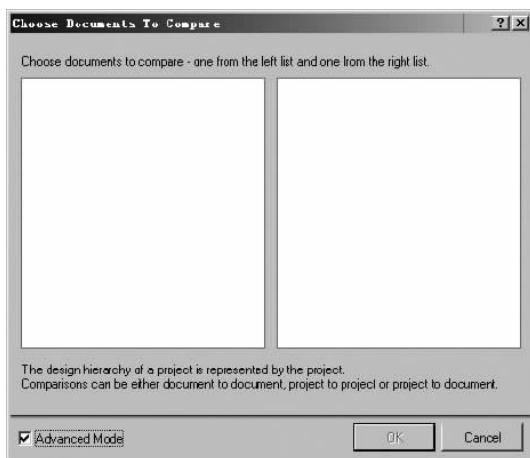

图 1-11 Choose Documents To Compare 对话框
(1)Show Differences(显示差异)命令:运行该命令将弹出 Choose Documents To Compare(选择文档比较)对话框,如图 1-11 所示。勾选 Advanced Mode(高级模式)复选框,可以进行文件之间、文件与项目之间、项目之间的比较。